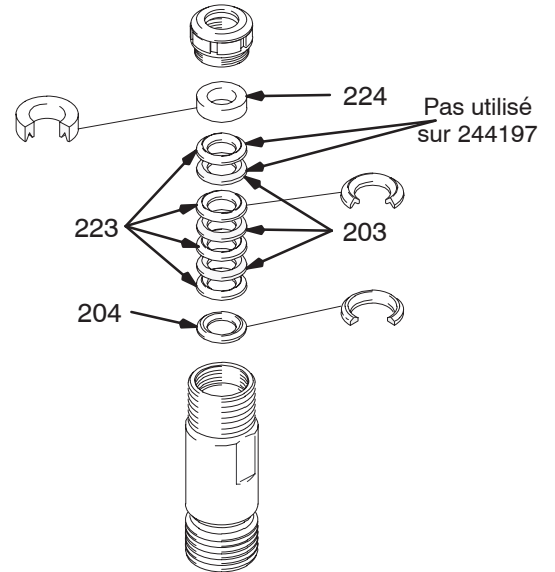

Fig. 12
Fig. 12. Faire tremper tous les joints en cuir dans de l'huile SAE 30W pendant 1 heure au minimum avant le montage. Mettre la bague mâle (204) dans le cylindre. Enfiler alternativement les joints en UHMWPE (203) et en cuir (223) (attention au sens). Mettre la bague femelle (224) sur le haut du cylindre. Mettre les garnitures d'étanchéité.